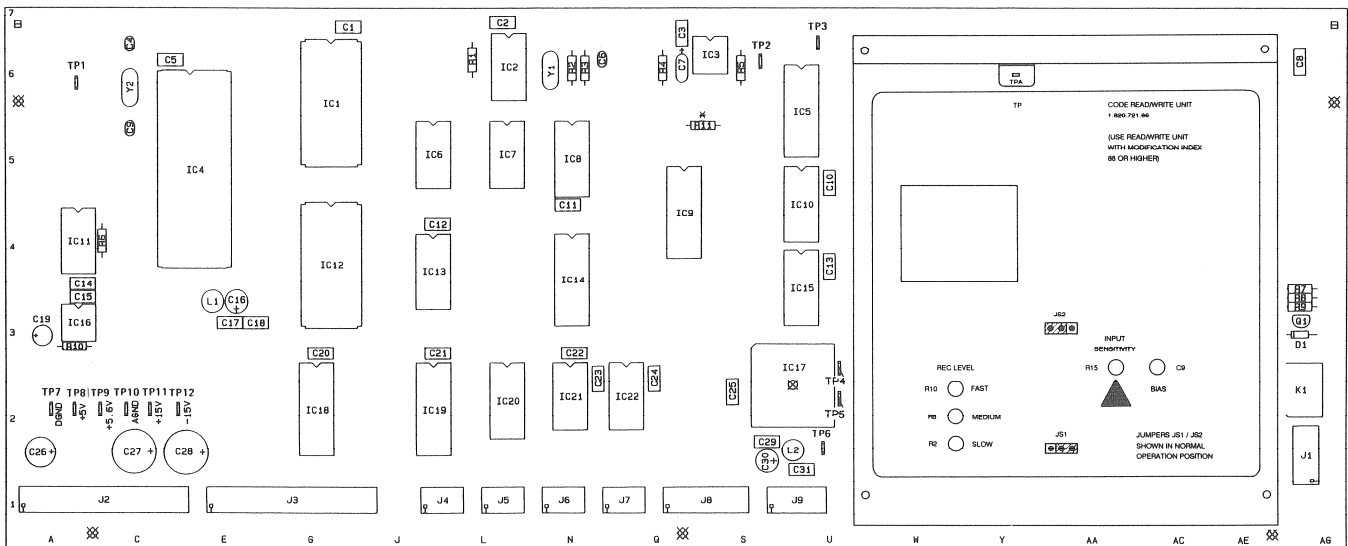

Fig.4.7.2 Timecode Processorboard 1.727.710
- Masse an TP3 der TC-Processor-unit (siehe Fig. 4.7.2).
- Timecode-Generator an den Timecode-Leitungseingang des Tonbandgerätes anschliessen und R15 der Timecode read/write unit im Gegenuhrzeigersinn an den Anschlag drehen. (siehe Fig. 4.7.2)